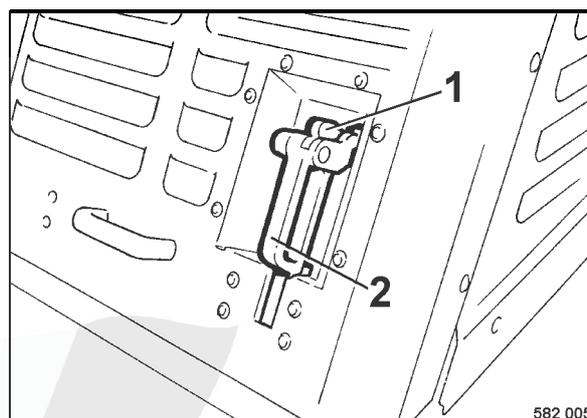

fig. 46
- Pousser le verrou 1 (fig. 46) vers le bas, tirer la poignée (2) vers l'arrière et ouvrir le capot.